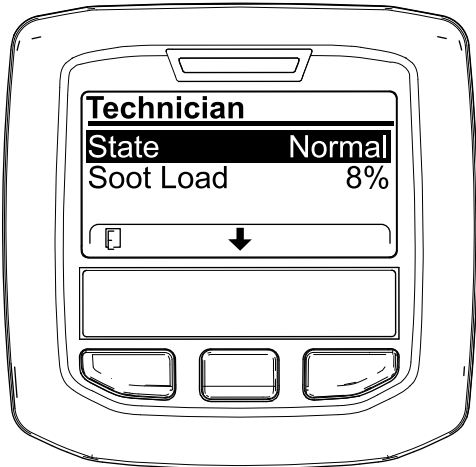

Bild 31
- Lesen Sie in der Tabelle für den Dieselpartikelfilter-Betrieb den aktuellen Zustand des Dieselpartikelfilter-Betriebs nach (Bild 31).